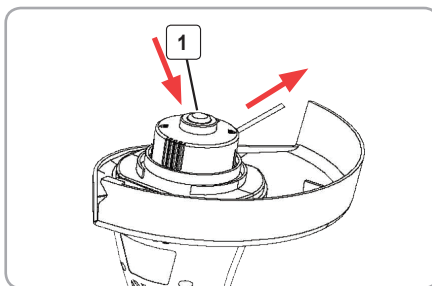

Fig.7
- La pornirea trimmerului pentru prima dată, verificați dacă firele de nylon ating sau trec peste lama de tăiere. În cazul în care acestea nu sunt suficient de lungi, apăsați butonul (Fig. 7 (1)) și trageți mai mult de firul de nylon pentru a-l lungi. (Fig. 7)